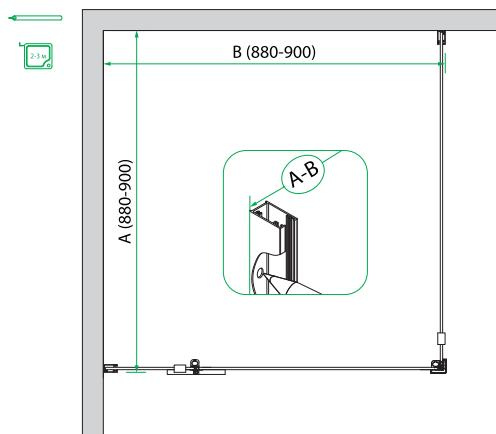

Рис. 4/4-сур.
- Произведите разметку в углу ванной комнаты (рис. 4), в верхней и нижней части ограждения.